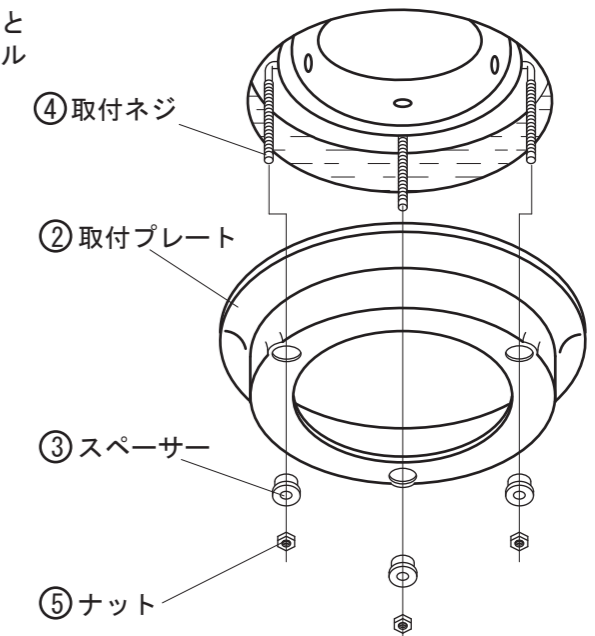

図6 (カウンター裏面より)
ボウルに引っ掛けた④取付ネジに②取付プレートと③スペーサーを通し、⑤ナットにて締め込みボウル本体をカウンターへ固定します。(図6参照)